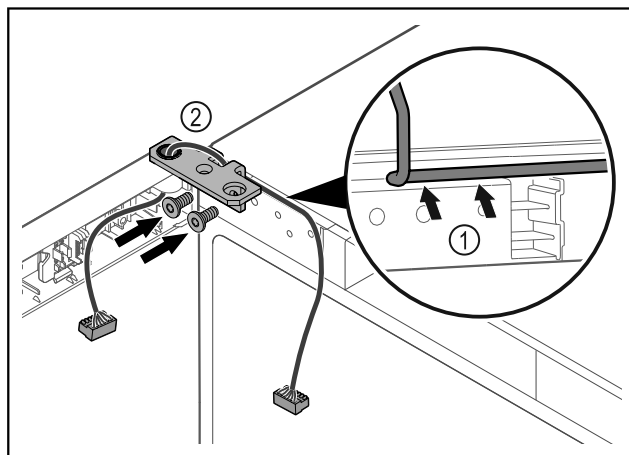

Fig. 48
- Poprowadzić kabel przez wgłębienie w zawiasie i ostrożnie go ułożyć Fig. 48 (1).
- Przykręcić zawias Fig. 48 (2).